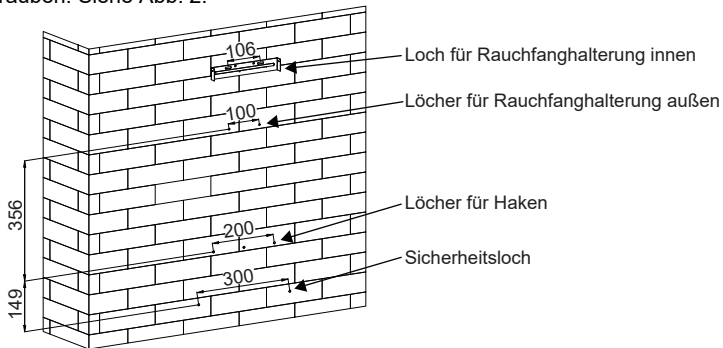

Abb. 2
3. Bohren Sie an geeigneter Stelle 5 $\varnothing 8$ mm große Löcher, um den Haken und die Rauchfanghalterung aufzunehmen, sobald die Installationshöhe festgelegt ist, und halten Sie sie in einer Linie. Die fixierte Position der inneren Rauchfanghalterung ist der höchste Punkt des Rauchfangs. Siehe Abb. 2.
4. Schrauben Sie den Haken mit den 3 mitgelieferten Schrauben (4 x 40 mm) und Dübeln an der Wand fest und befestigen Sie dann die Rauchfanghalterung mit 2 ST4*40 mm Schrauben. Siehe Abb. 2.